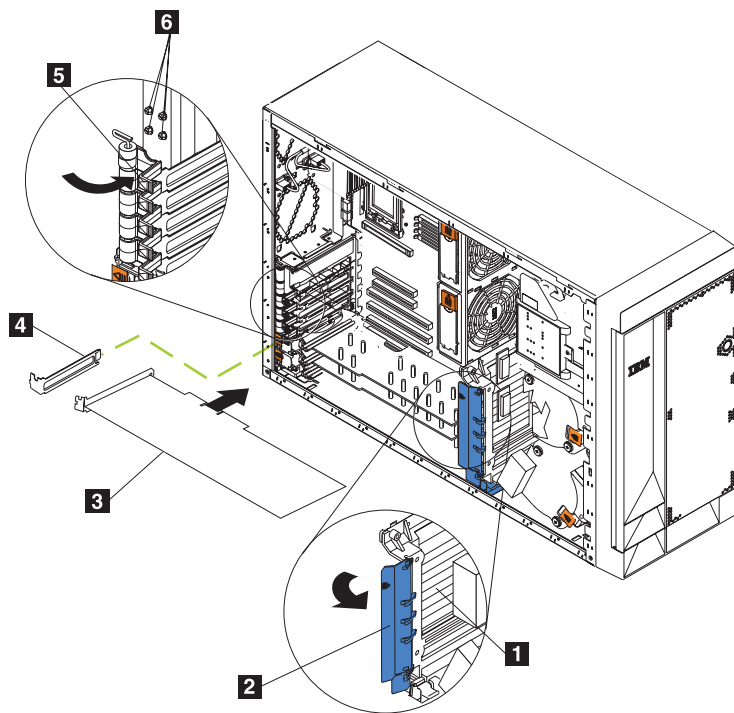
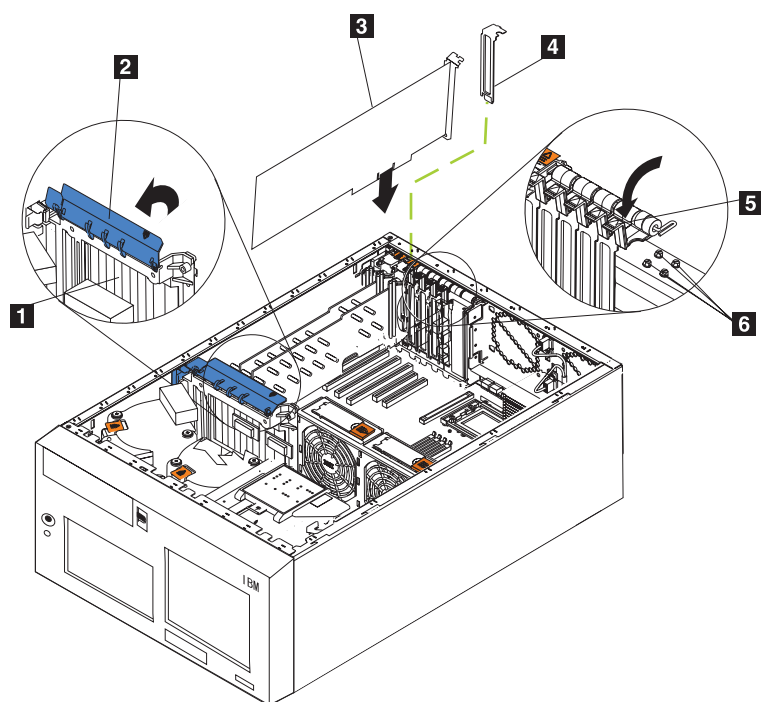

図 104. リモート管理アダプターのインストール (モデル 25T)
図 105. リモート管理アダプターのインストール (ラック・マウント変換機構付きモデル 25T)
7. PCI スロット 1 から拡張スロット・カバーをスライドさせます（194 ページの図 104 および 194 ページの図 105 を参照）。カバーを安全な場所に保管してください。
c. アダプターをねじで固定します。その場合、バックアップ拡張スロット用ねじの 1 つ (ねじの位置については、194 ページの図 104 および 194 ページの図 105 を参照) を、アダプター・ブラケットの上部を通してねじ穴に挿入してアダプターを固定します。